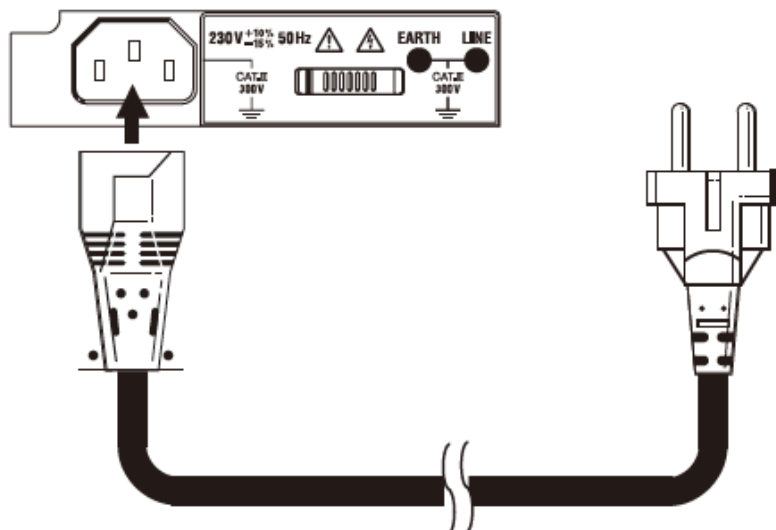
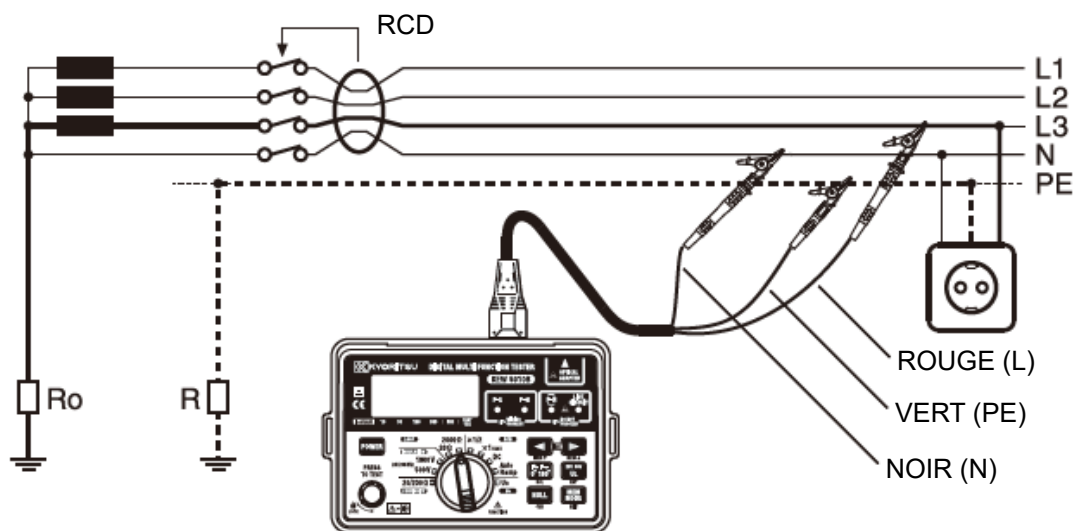

Fig. 11
Fig. 12
3. Si vous testez des fiches, branchez le fil d'alimentation sur le KEW 6010B et poussez la fiche moulée dans la prise à tester (voir fig. 11).
7. Si vous testez l'éclairage ou d'autres circuits, connectez le fil à trois câbles MODEL 7133B (OMA DIEC : accessoire facultatif) au KEW 6010B, connectez le fil rouge (phase) à la connexion de phase du circuit à l'essai, connectez le fil noir (neutre) à la connexion neutre du circuit à l'essai et connectez le fil terrestre associée au circuit (voyez Fig. 12).
3. Connectez l'instrument au RCD à l'essai, soit par une prise de courant appropriée (voyez Fig. 11), soit en utilisant le jeu de fils d'essai MODEL 7133B (OMA DIEC) (voyez Fig. 12).
5. Connectez l'instrument au RCD à l'essai, soit par une prise de courant appropriée (voyez Fig. 11), soit en utilisant le jeu de fils d'essai MODEL 7133B (OMA DIEC) (voyez Fig. 12).